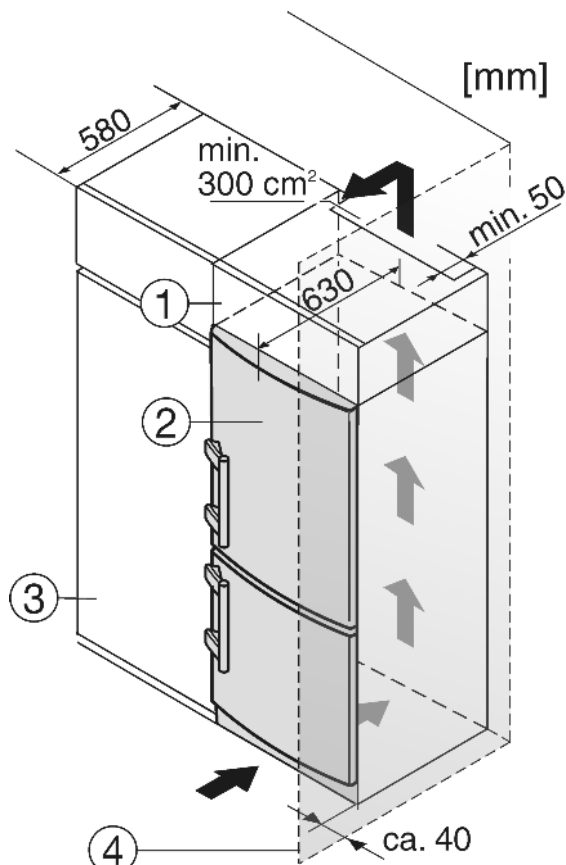

Fig. 9
- (1) Дополнительный шкафчик
- (2) Устройство
- (3) Кухонный шкаф
- (4) Стенка
Устройство может быть окружено предметами кухонной обстановки. Чтобы уравнивать устройство *Fig. 9 (2)* по высоте с кухонной стенкой, можно установить над устройством соответствующий дополнительный шкафчик *Fig. 9 (1)*.
При комбинировании с обычными кухонными шкафами (глубина макс. 580 мм) устройство можно установить непосредственно рядом с кухонным шкафом *Fig. 9 (3)*. Дверь устройства выступает по сторонам на 34 мм и по центру устройства на 50 мм относительно передней стенки кухонного шкафа. Поэтому ее можно свободно открывать и закрывать.
Если устройство установлено на шарнирах у стены *Fig. 9 (4)*, то расстояние между устройством и стеной должно быть не менее 40 мм. Настолько выступает ручка при открытой дверце.